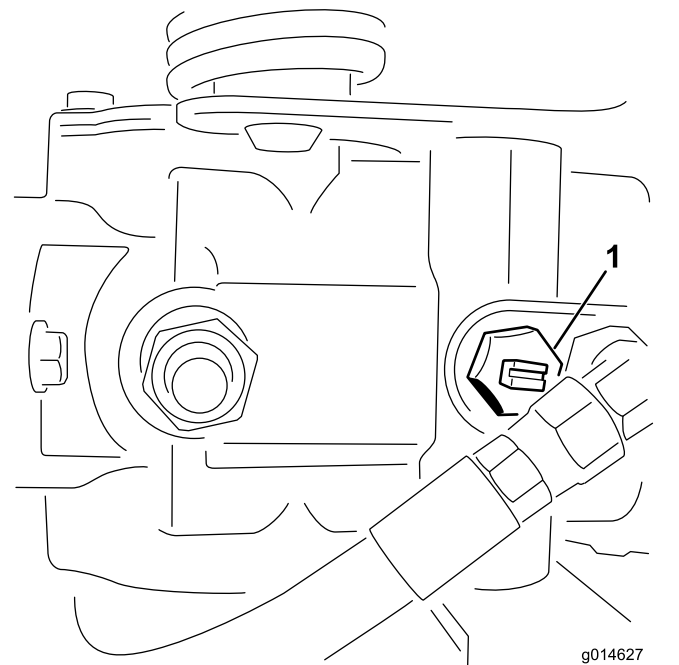

図 41
1. 油圧ポンプについているバイパスバルブ 図 41 の溝が「縦」になるようにバルブを回転させる。